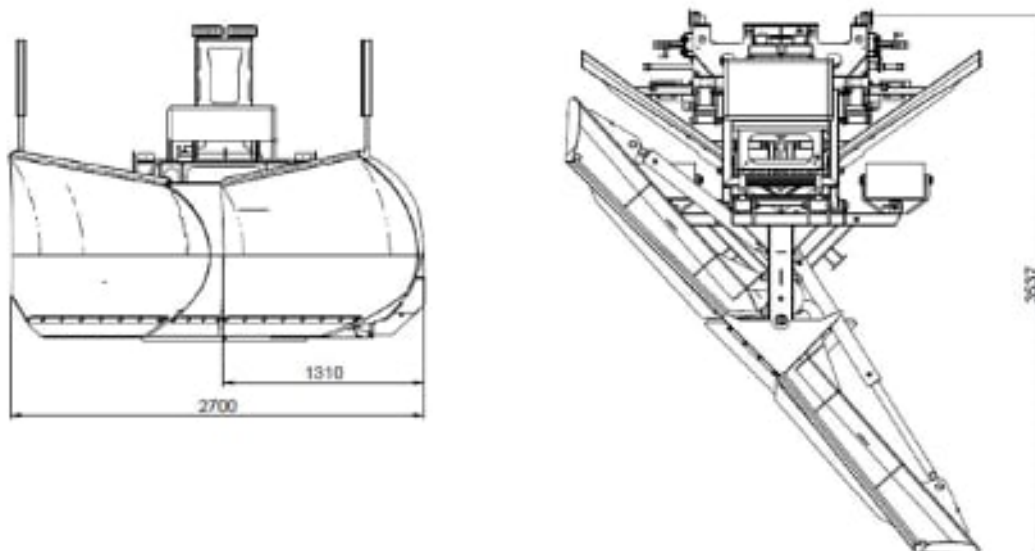

Abb. 3: Position R
- Einseiten-Stellung rechts oder links und (R-Form / L-Form), siehe Abb. 3